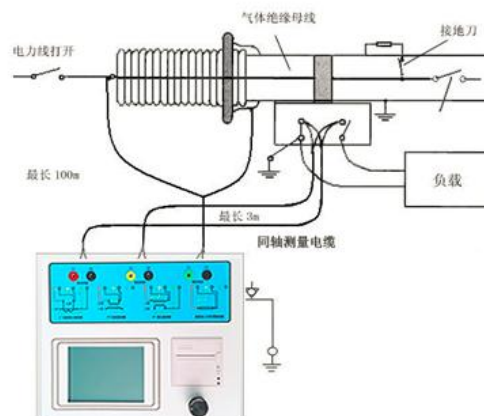

图 C.4 测试仪对 GIS (SF6) 开关上的 CT 测试时的接线方式
3. 测试仪在对 GIS (SF6) 开关上的 CT 测试时的接线方式如图 C.4 所示。